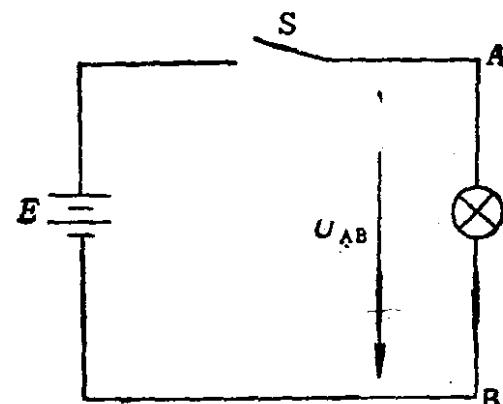

图1-3 电路中的电压
1. 电压 又叫电位差。它表示电场或电路中两点间的电位之差，其数值等于单位正电荷在电场力的作用下，从一点移动到另一点所做的功。为了便于理解，可把水路比作电路，水管好比导线，水流好比电流，水泵相当于电源。水在水管里能够连续不断地流动，就因为有水泵把水升高到水塔里，产生水位差，水才能受重力作用，由水塔的高水位点经水管向下流动到低水位点。同样道理，电路中要有电流，必须先产生电位差，电流才能从电路的高电位点流向低电位点。电路中的电源就是用来升高电位的，或者说用来产生电位差的。电源的正极电位高，负极电位低。所以，电路接通后，电流从电源正极流出，经过用电器流到电源负极。在水路中，水位差又称水压，水压越大，水流越急。同理，在电路中，任意两点之间的电位差称为这两点的电压。当电阻一定时，电压越大，电流就越大。电压常用符号 U 来表示。在图1-3中，AB两点间的电压为：
电位有正有负，这要根据在电路中选择的零电位点来决定。如图1-3所示，若假定B点的电位为零，A点的电位比B点高，则A点的电位为正电位。如假定A点电位为零，B点电位比A点低，则B点的电位为负电位。